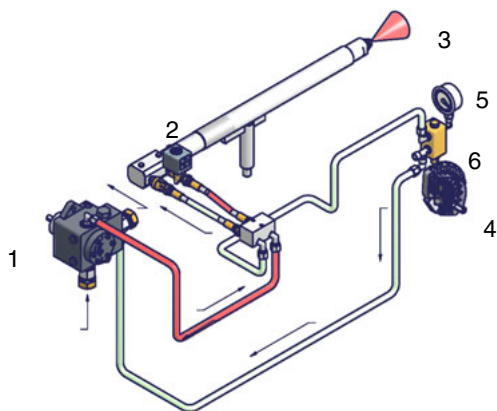

Рис. 35 - Малое пламя
- Проверить и аккуратно почистить фотоэлемент UV контроля пламени и, если необходимо, заменить его. В случае возникновения сомнения, проверить контрольный контур, после того, как горелка будет вновь запущена, согласно схеме на Рис. 35;